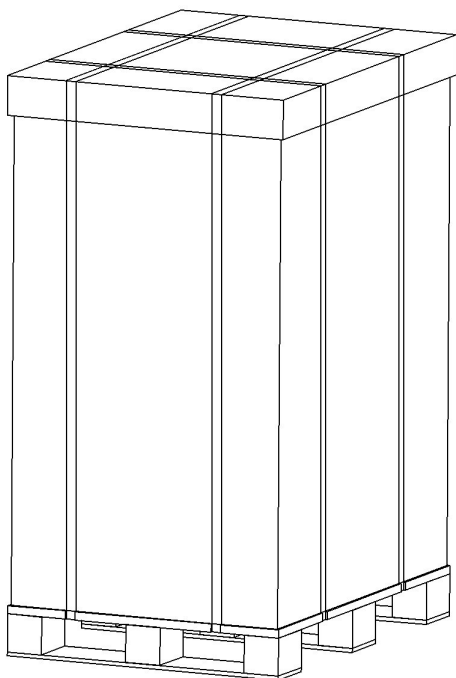

Figura 3-2
1. Mantenga estable la placa deslizante. Corte y retire los flejes de sujeción (Figura 3-2).